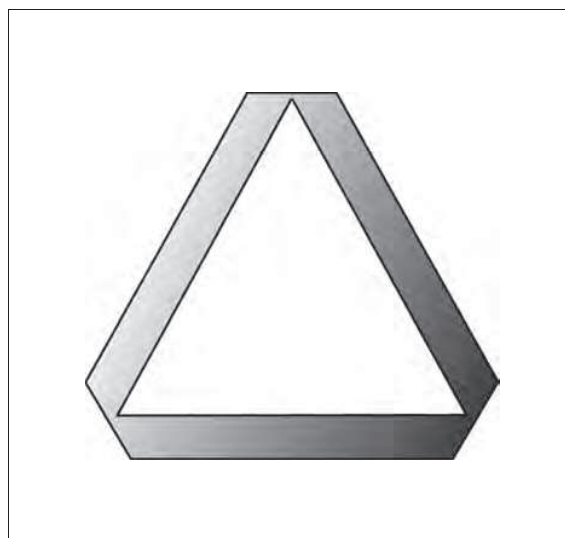

Fig. 5.
- Cerciórese de que el tractor y los implementos están equipados con triángulos de aviso de vehículo lento y con otras marcas recomendadas para mejorar la visibilidad en carretera (a menos que la normativa estipule lo contrario) *fig. 5*.